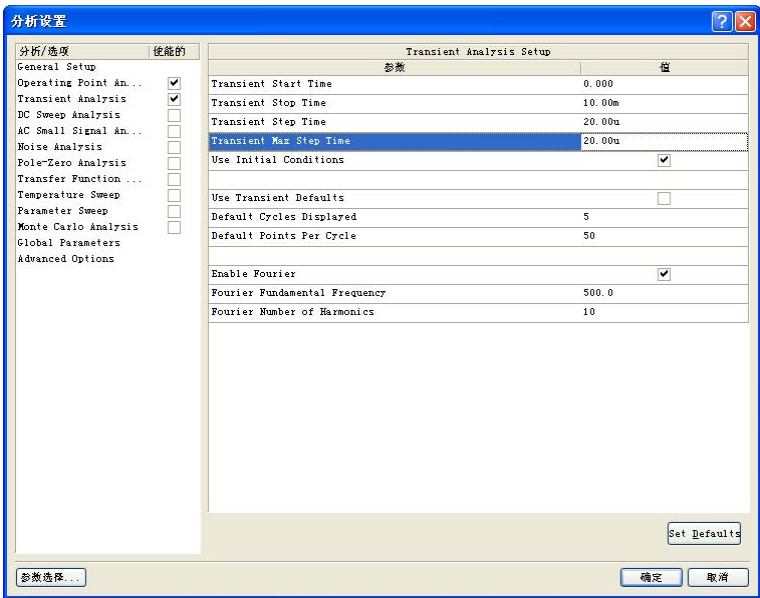

图 12-23 “Transient Analysis”选项的参数设置
Step12 完成通用参数的设置后，在“分析/选项”列表框中，勾选“Operating Point Analysis（工作点分析）”和“Transient Analysis（瞬态特性分析）”复选框。“Transient Analysis（瞬态特性分析）”选项中各项参数的设置如图 12-23 所示。